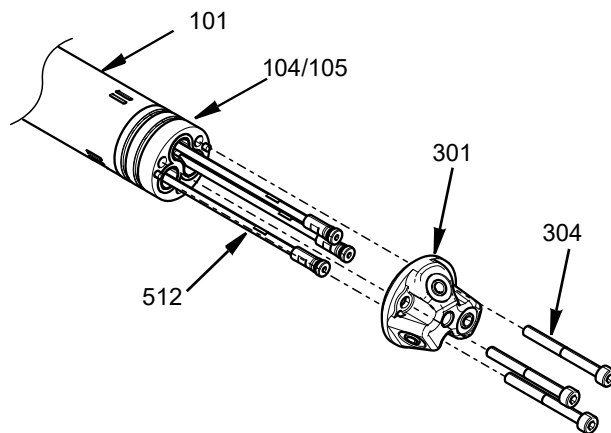

図 12
4. ノズルヘッド (301) とアダプター (104/105) をセントラルボディ (101) のフロントエンドに取り付けているM4六角ヘッドネジ (304) を取り外します。これでシャットオフバルブロッド (512) が取り外せます。以下を参照してください：図 12 を参照ください。